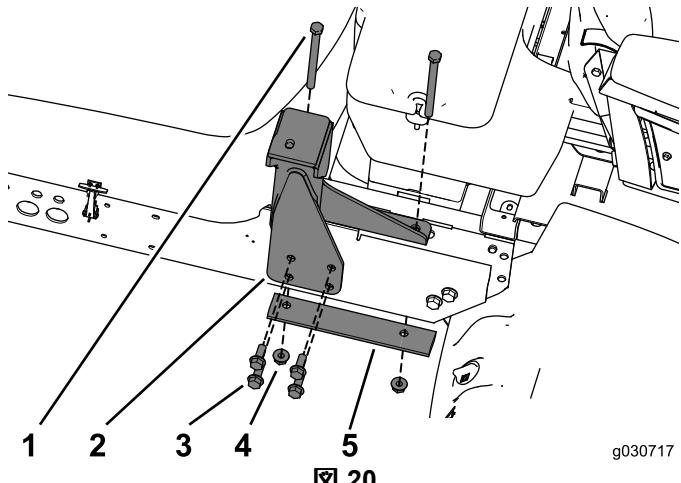

図 20
- ROPSから外したボルト類を使用して、後マウントをフレームに固定する図 20。